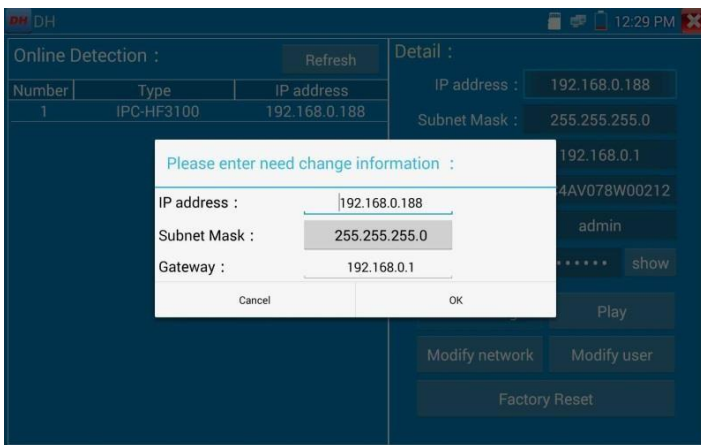

Рис. 134 Изменение сетевых настроек
4. Для изменения сетевых параметров нажмите кнопку «Изменить сетевые параметры» (Modify network). Здесь можно задать IP адрес, маску подсети и шлюз, рис. 134